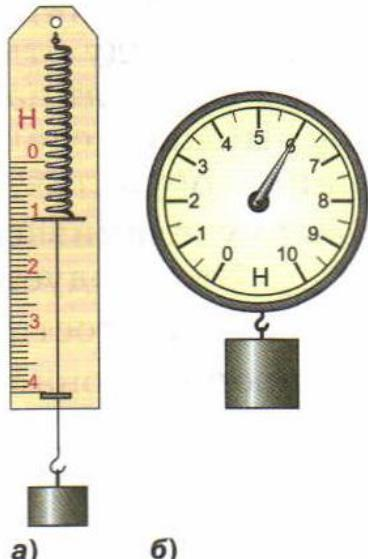

Рис. 75
1. Определите цену деления каждого прибора и силу тяжести, действующую на каждый груз (рис. 75).
2. Чему равен вес каждого груза (см. рис. 75)? Укажите точку его приложения?